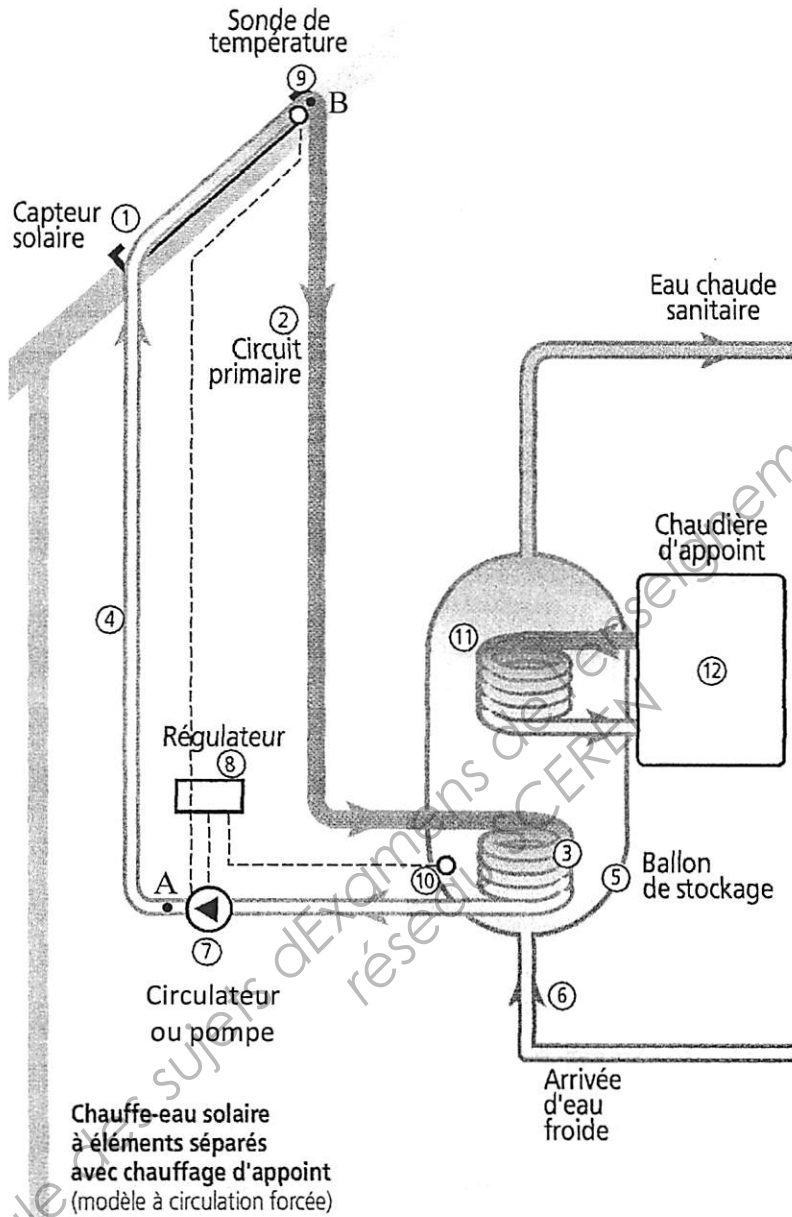

Figure 1 : principe de fonctionnement du chauffe-eau solaire
- 4) Déterminer la pression P_A , qui doit garantir le fonctionnement de la pompe (point A de la figure 1), en admettant qu'au niveau du capteur solaire (point B de la figure 1), la pression du fluide caloporteur est égale à $P_B = 2,5 \text{ bar}$. On négligera les pertes de charge et on considérera que les canalisations sont de même section.